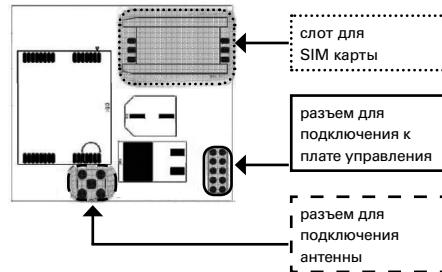

Рис. 1. Вид платы GSM-модуля
2. Установите *SIM*-карту (*Beeline* или *MTS*) в слот на *GSM*-модуле (см. рис. 1).
5. Протяните кабель антенны через отверстие в корпусе котла и подключите кабель к разъему на плате модема (см. рис. 1).